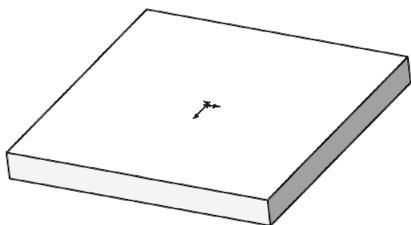

图 5-127 拉伸后的图形
3) 拉伸实体。选择菜单栏中的“插入”→“凸台/基体”→“拉伸”命令, 或者单击“特征”控制面板中的  (拉伸凸台/基体) 按钮, 系统弹出图 5-126 所示的“凸台-拉伸”属性管理器。设置拉伸终止条件为“给定深度”, 输入拉伸距离为“10 mm”, 然后单击  (确定) 按钮, 结果如图 5-127 所示。